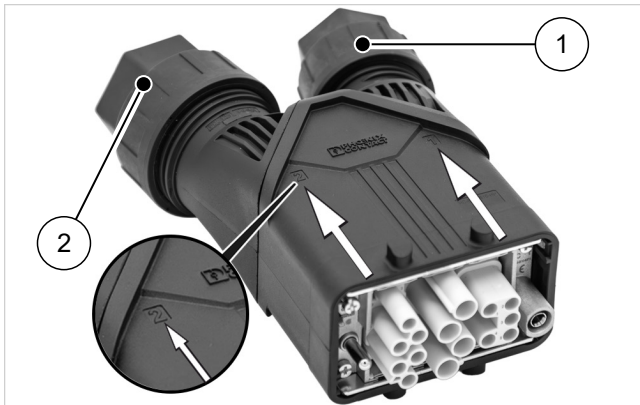

Abb. 1: Stecker mit Verschraubungen für SolvisPia 12 - Zuleitungen entsprechend Nummerierung zuordnen
- Einführung der Zuleitungen in das Steckergehäuse gemäß → Abb. 1